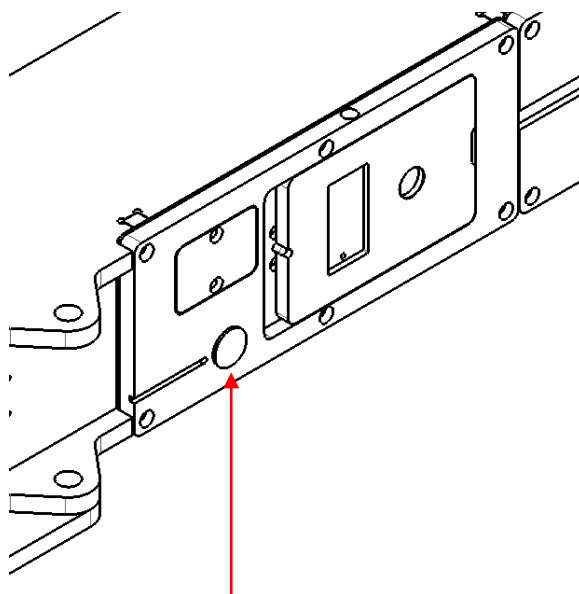

Figura 23 - Actuador manual
1. Posicionar el NICO encima de la esquinera a enganchar, una vez encima y asegurándonos que el eje puede girar libremente **dentro de la esquinera ISO** procederemos al accionamiento manual del equipo pulsando en el botón del conjunto de la batería (*Figura 23 - Actuador manual*) una vez haya girado el eje por completo, luz del LED en verde podemos proceder a levantar la carga.